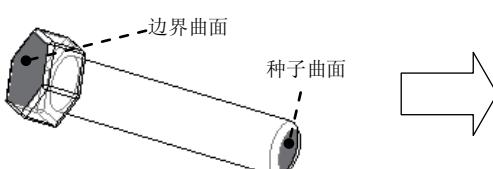
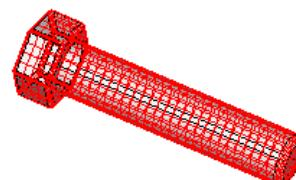

图 6.2.49 定义“种子”面
图 6.2.50 完成曲面的复制
- 通过定义种子曲面和边界曲面来选择曲面：这种方法将选取从种子曲面开始向四周延伸直到边界曲面的所有曲面（其中包括种子曲面，但不包括边界曲面）。如图 6.2.49 所示，左键单击选取螺钉的底部平面，使该曲面成为种子曲面，然后按住键盘上的 Shift 键，同时左键单击螺钉头的顶部平面，使该曲面成为边界曲面，完成这两个操作后，则从螺钉的底部平面到螺钉头的顶部平面间的所有曲面都将被选取（不包括螺钉头的顶部平面），如图 6.2.50 所示。